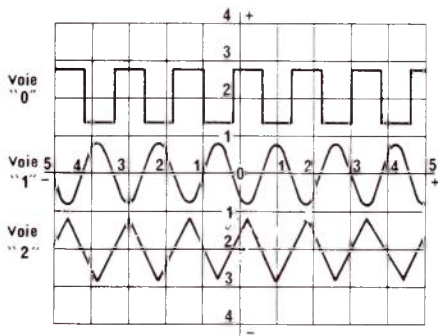

Figure 14
9) Mettre le sélecteur de voies à « 2 », une nouvelle voie apparaît sur l'écran. Celle-ci représente la voie 2. Agir sur le potentiomètre de position de la voie « 2 » afin de placer cette trace environ au milieu de la partie basse de l'écran (**figure 14**).